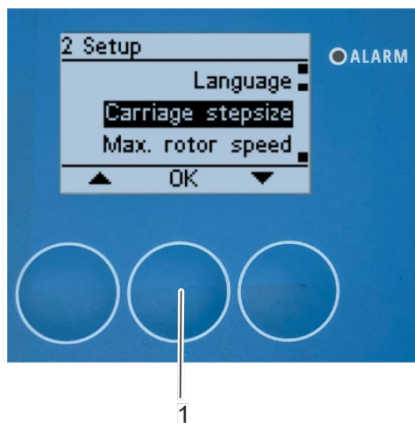

Figura127: Abrir el submenú «Ancho de paso del carro de limpieza»
2. Pulse [Aceptar] (Figura127/1) para abrir el submenú «Ancho de paso del carro de limpieza».